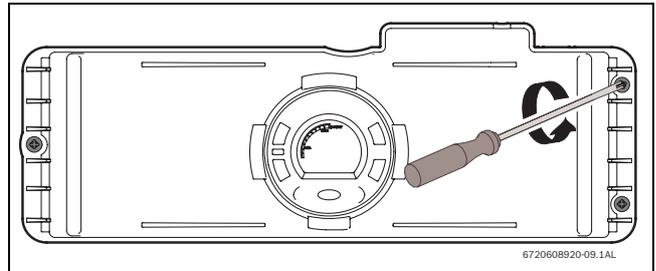
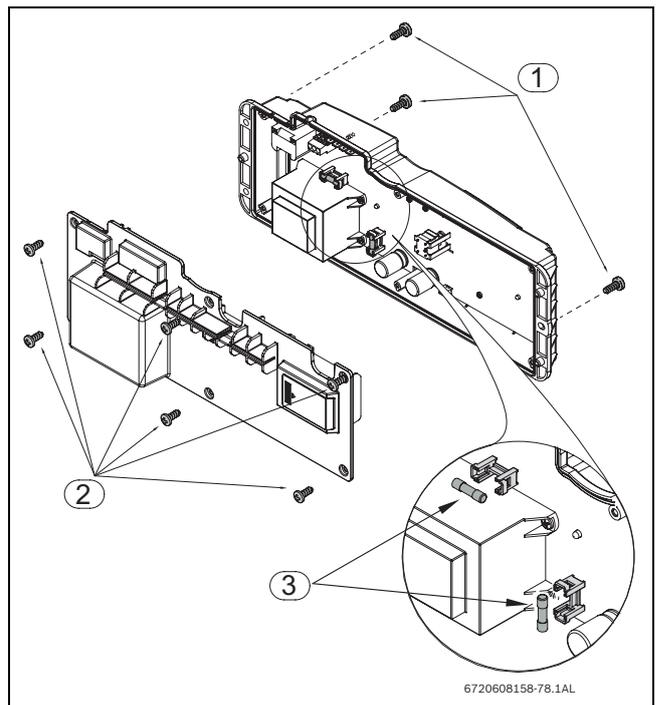

Fig. 39
Fig. 40 Ubicazione dei fusibili
- Svitare le tre viti nella parte frontale della centralina elettronica (Fig. 39 e Fig. 40, pos.1).
- Rimuovere la centralina elettronica per accedere alle sei viti, presso la parte posteriore e rimuoverle (Fig. 40, pos. 2).
- Dopo aver controllato i fusibili (Fig. 40, pos.3) rimontare tutte le parti, seguendo l'ordine inverso.